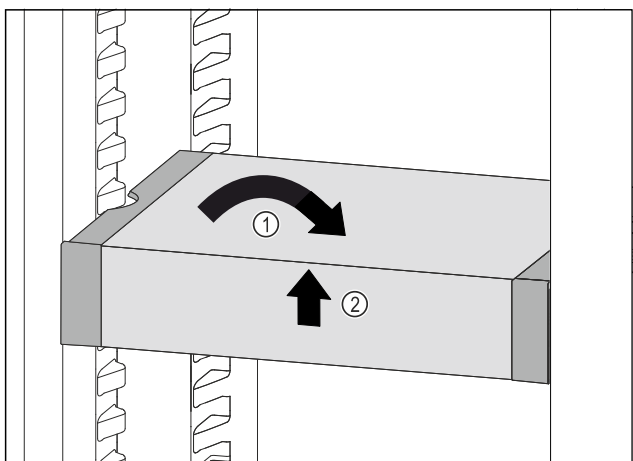

Fig. 115
- ▶ Ispravite VarioSafe. Fig. 115 (1)
- ▶ Podignite sprijeda VarioSafe. Fig. 115 (2)